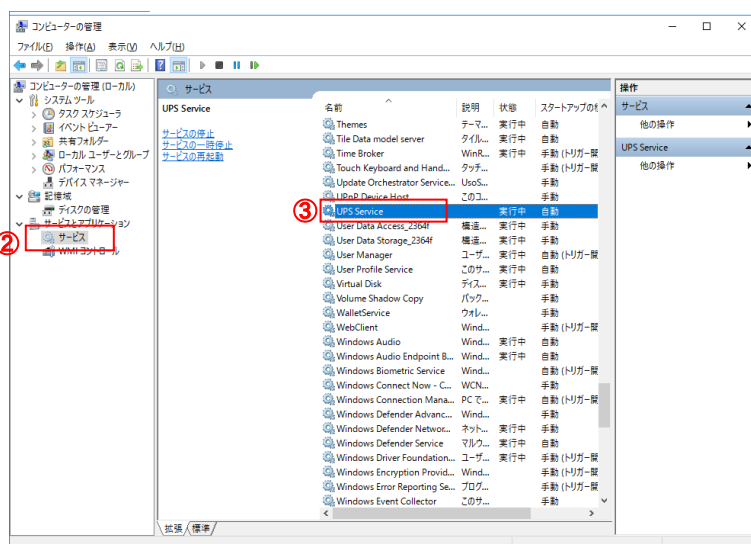

図 2-10-4-1. サービスの一覧
- ① コントロールパネルの「管理ツール」をダブルクリックしコンピューターの管理を開きます。
- ② 「サービス」をクリックし、サービスの一覧を開きます。(図 2-10-4-1)